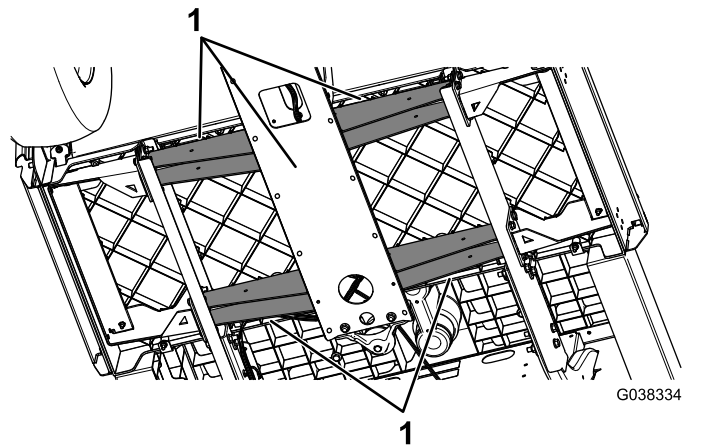

Figura 3
2. Utilize um macaco debaixo da estrutura para suportar a dianteira da máquina (Figura 3).